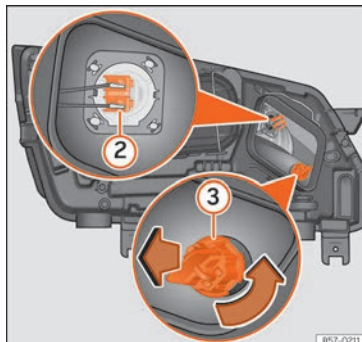

Fig. 111 Nel vano motore: lampadina degli abbaglianti ② e lampadina degli indicatori di direzione ③.
3. Premere lateralmente il connettore »» fig. 111 ② verso sinistra o destra e tirare.
3. Ruotare il portalampada »» fig. 111 ③ verso sinistra e tirare.